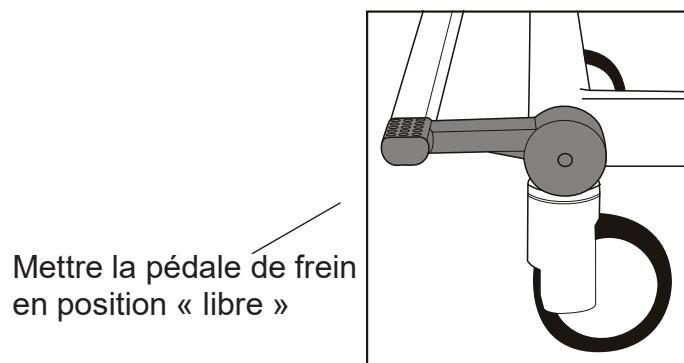

Fig. 2 - Position libre
2. Vérifier que les freins sont déverrouillés et que la pédale de frein est en position « libre ». (Voir fig. 2)